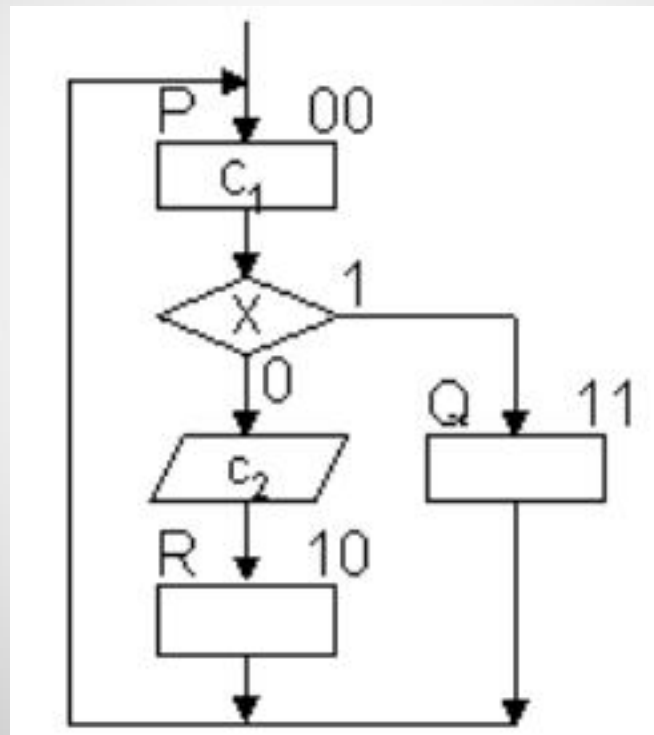

图8.20 状态已编码的ASM流程图
- 图8.20为某一控制器的算法流程图，请设计一个计数器型控制器。